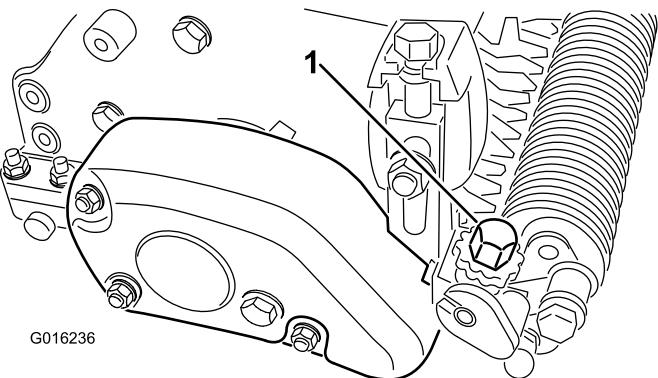

Bild 22
- 4. Messen Sie an einem Ende der Groomerspindel den Abstand von der niedrigsten Spitze des Groomermessers bis zur Arbeitsoberfläche. Drehen Sie das Handrad zur Höheneinstellung am Groomer (Bild 22), um die Messerspitze auf die gewünschte Groominghöhe anzuheben oder abzusenken.